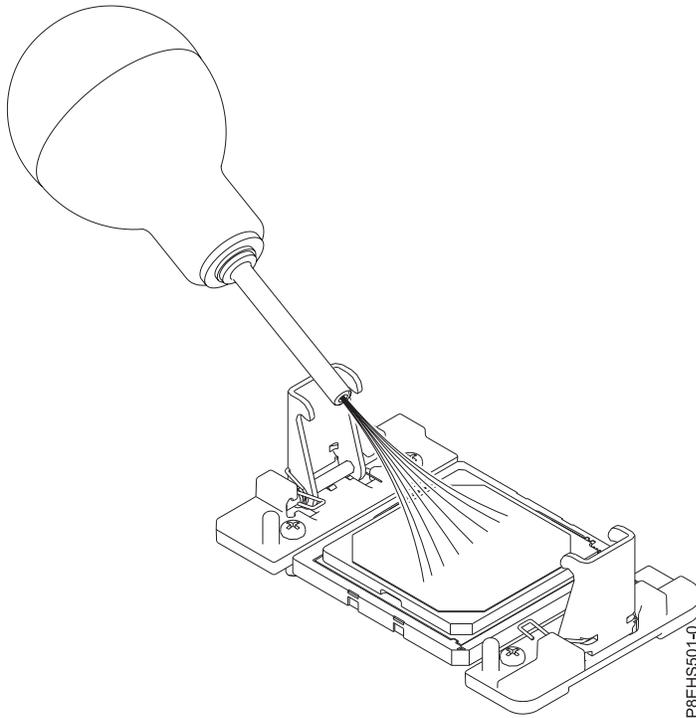

Figure 73. Retrait de la poussière et des particules présentes sur le module processeur système
- a. Si de la poussière ou des particules sont présentes, utilisez la pompe à air fournie (référence 45D2645) pour nettoyer la zone où se trouve le module processeur système. Dirigez de petits jets d'air depuis le centre vers les côtés du module processeur système, comme illustré dans la figure 73, à la page 67. Si votre pompe à air (soufflette) n'est pas assemblée comme illustré figure 73, à la page 67, adaptez l'embout sur la poire.